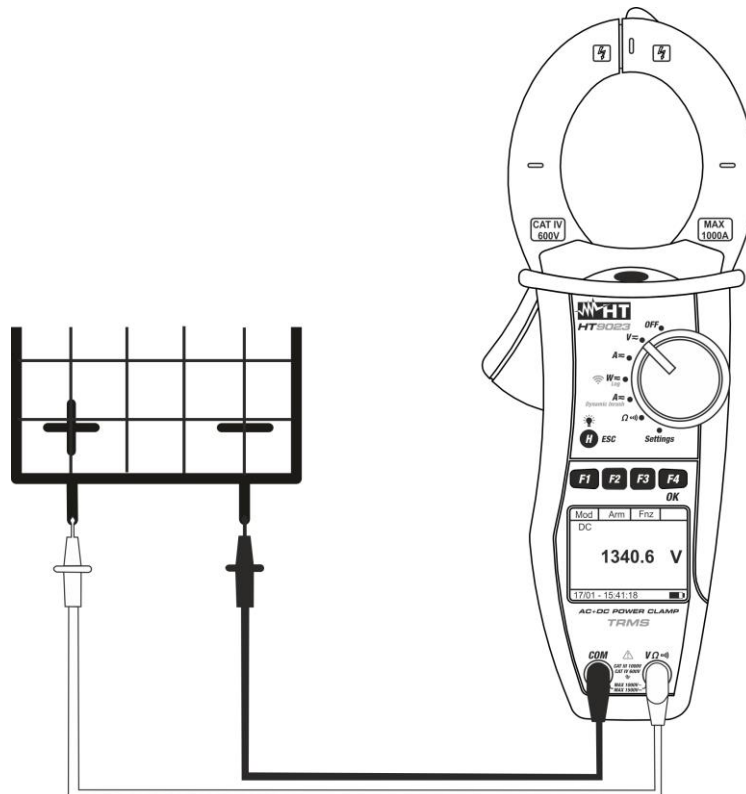

Fig. 5: Misura di Tensione DC
4. Inserire il cavo rosso nel terminale di ingresso **VΩ $\frac{1}{2}$** e il cavo nero nel terminale di ingresso **COM** e posizionare i puntali nei punti desiderati (vedere Fig. 5)